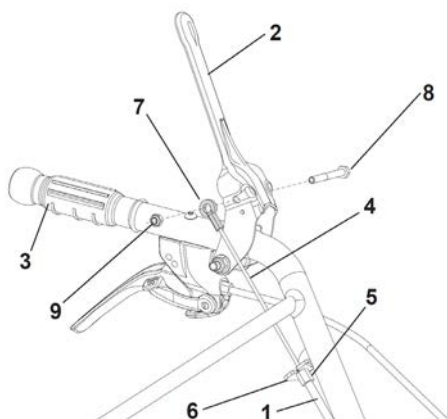

fig. 2
Cablul de acționare a dispozitivului de tăiere (1), fig.2, este deja conectat la pârghia (2). Strângeți pârghia (2) de pe ghidon folosind șurubul (3) pe care îl puteți găsi în punga cu piese.